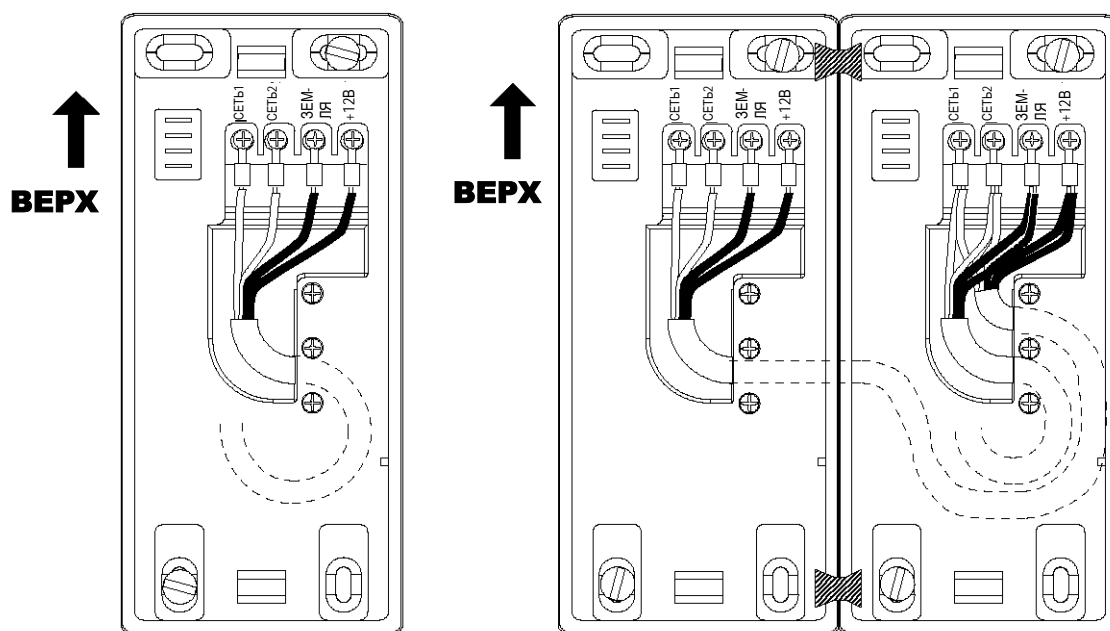

Рисунок 9. Настенное расположение - Вертикальная сборка
5. Прикрепить кабельный обжим к контактам в направлении, показанном на Рис.9.